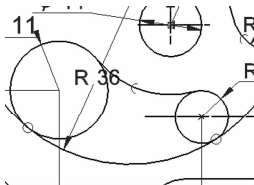

图 6-169 绘制圆角
(35) 单击【主页】选项卡【绘图】区域下的  【圆角】，在弹出的菜单栏中的  半径(R): 0.00 mm 【半径】中填入值 21mm，依次单击半径为 11mm 的圆和半径为 6mm 的圆完成圆角的绘制，如图 6-169 所示。